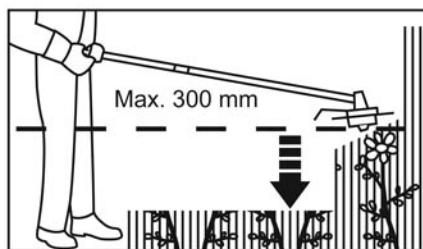

Fig. 24
- > Nu ridicăți niciodată capul de tăiere mai sus de nivelul bazinei (Fig. 24); cu cât capul de tăiere este mai sus, cu atât este mai mare riscul proiectării în aer al unui obiect.